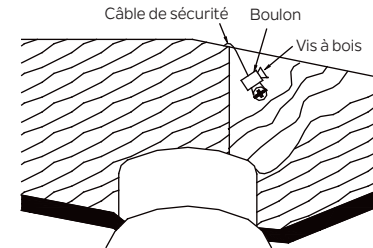

Fig. 7
**Étape 2.** Insérez le câble de sécurité à travers le support de montage et l'un des trous du boîtier de sortie dans le plafond. Ajustez la longueur du câble de sécurité pour atteindre la vis et les rondelles en tirant le câble supplémentaire à travers le serre-câble jusqu'à ce que la longueur totale soit correcte, remettez l'extrémité du câble à travers le serre-câble, formant une boucle à l'extrémité du câble. Serrez fermement le serre-câble. Maintenant, placez la boucle à l'extrémité du câble de sécurité sur la vis à bois et sous la rondelle. Serrez fermement la vis à bois. (Fig. 7)